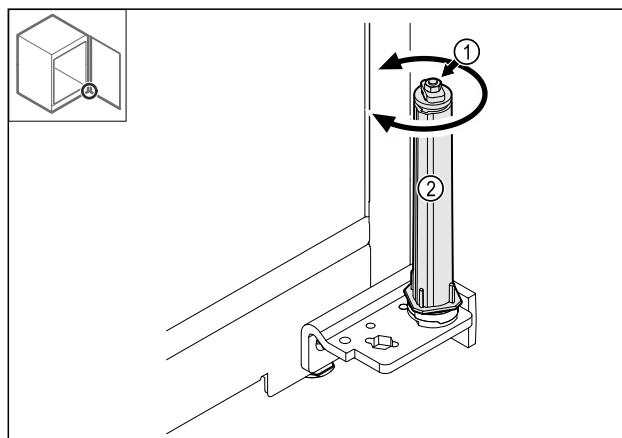

Fig. 40
- ▶ Nerozoberajte skrutkový spoj Fig. 40 (1) systému zatvárania.
- ▶ Otáčajte systém zatvárania Fig. 40 (2), kým nezazvakne.